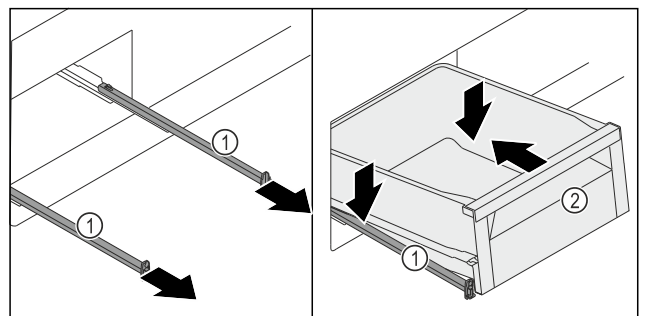

Fig. 135
- Schienen Fig. 135 (1) herausziehen.
- Schienen Fig. 135 (1) festhalten und Schubfach Fig. 135 (2) schräg von oben auf den Schienen Fig. 135 (1) aufsetzen.
- ▶ Schubfach Fig. 135 (2) auf den Schienen Fig. 135 (1) bis zum Anschlag nach hinten schieben.